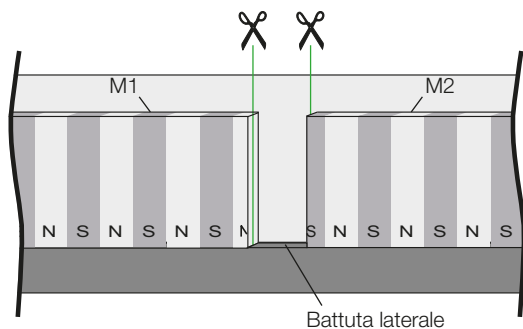
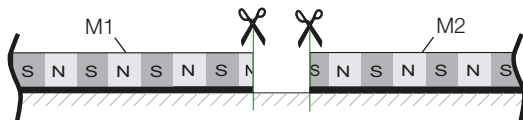

Fig. 4-7: Vista dall'alto corpo di misura
Fig. 4-8: Vista lineare
i La quotatura indicata nelle Fig. 4-7 fino alle si riferisce a un corpo di misura con larghezza poli da 5 mm. Con una larghezza poli da 10 mm occorre raddoppiare le dimensioni indicate.
i Tagliare dritte entrambe le estremità dei corpi di misura sul giunto (Fig. 4-7 e Fig. 4-8)!
1. Il corpo di misura M1 è già incollato. Fissare sul giunto una battuta laterale, in modo che il corpo di misura M2 da disporre in fila possa essere allineato in modo preciso (Fig. 4-7).